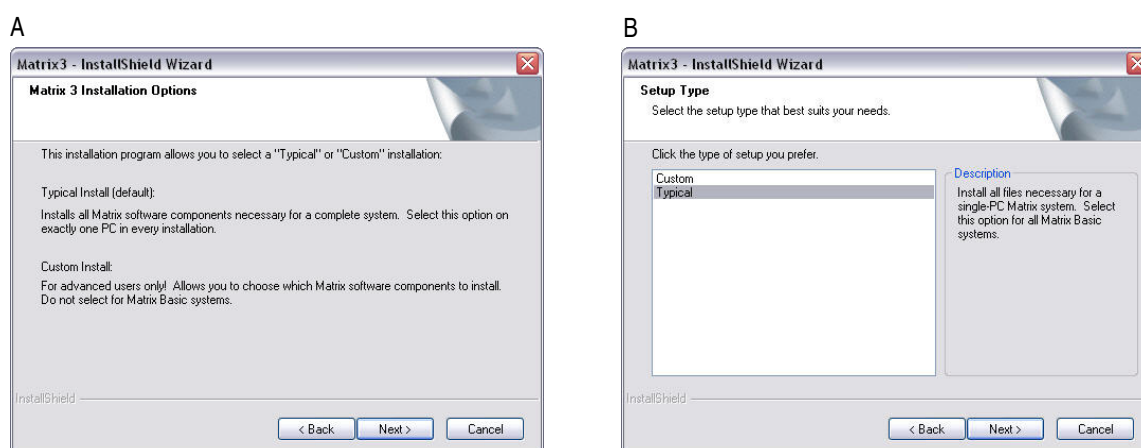

FIG. 5
5. Après avoir cliqué sur "NEXT" (Suivant) pour accepter le contrat de licence, l'écran "Installation Options" (Options d'installation) (A) illustré dans la FIG. 5 s'affiche. Cet écran décrit les deux options d'installation disponibles pour la sélection.
Après avoir cliqué sur "NEXT" (Suivant), l'écran "Setup Type" (Type de configuration) FIG. 5 (B) s'affiche. Cet écran est utilisé pour sélectionner le type d'installation que vous souhaitez exécuter.